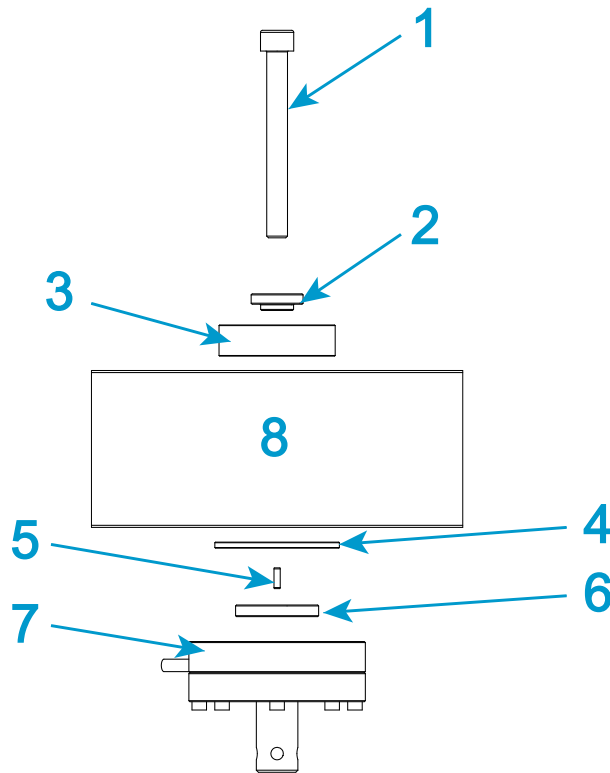

Figure 21. Installation des capteurs de force de série 2530 – capacité 5 N jusqu'à 100 N
Légende pour Figure 21
1. Reportez-vous à Figure 21 et au tableau associé, puis rassemblez le matériel de montage approprié.
2. Assemblez les pièces métalliques illustrées au-dessus de la traverse dans Figure 21 et placez-les dans la partie supérieure de l'alésage central de la traverse.